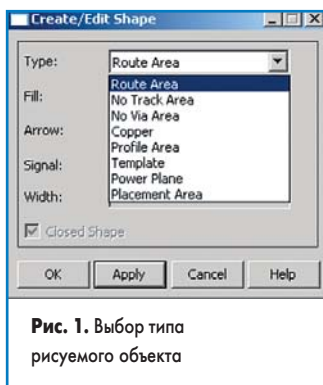

Рис. 1. Выбор типа рисуемого объекта
1. Выполним команду меню Configure/Utilities/Create/Edit Shape. На экране появится диалоговое окно Create/Edit Shape (рис. 1), в котором в выпадающем списке Type задается тип создаваемого объекта: